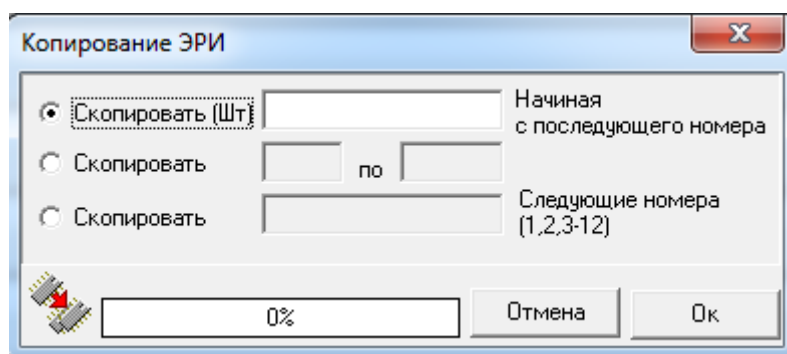

Рис. 3.40. Ввод параметров для размножения ЭРИ
- В появившемся окне (см. рис. 3.40) введите количество компонентов, на которое необходимо размножить ЭРИ.